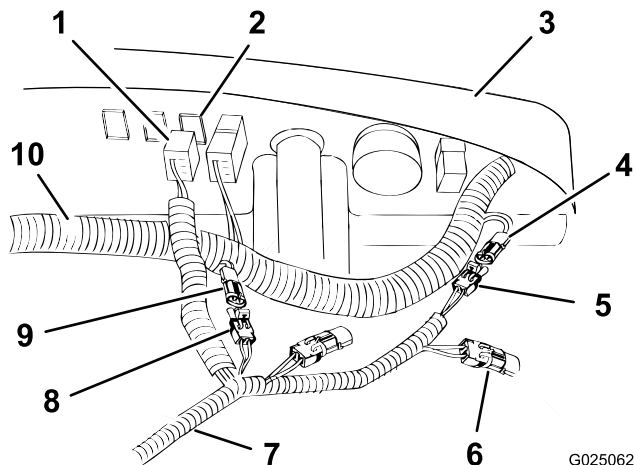

Рисунок 8
снимите крышку. Подсоедините жгут проводки вспомогательного оборудования к выходному разъему на 48 В, как показано на Рисунок 8.
7. Разместите разъем переключателя в месте позади вилки в приборной панели, как показано на Рисунок 8.